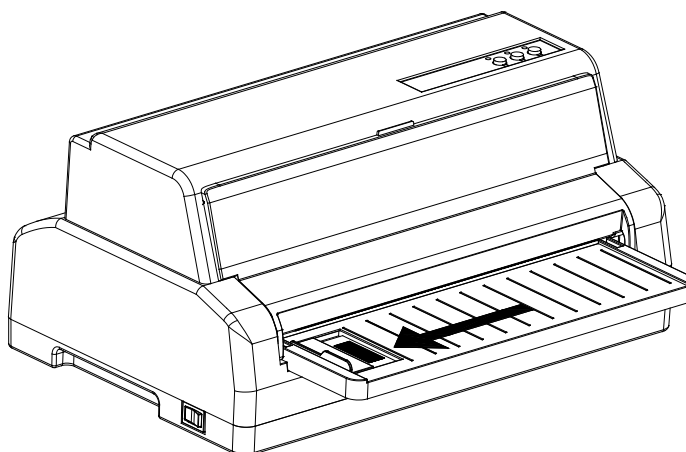

图 3-7 调整托纸板纸挡板位置
2. 将托纸板上的纸挡板移至最左边，以免阻碍连续纸出纸，如图 3-7 所示。